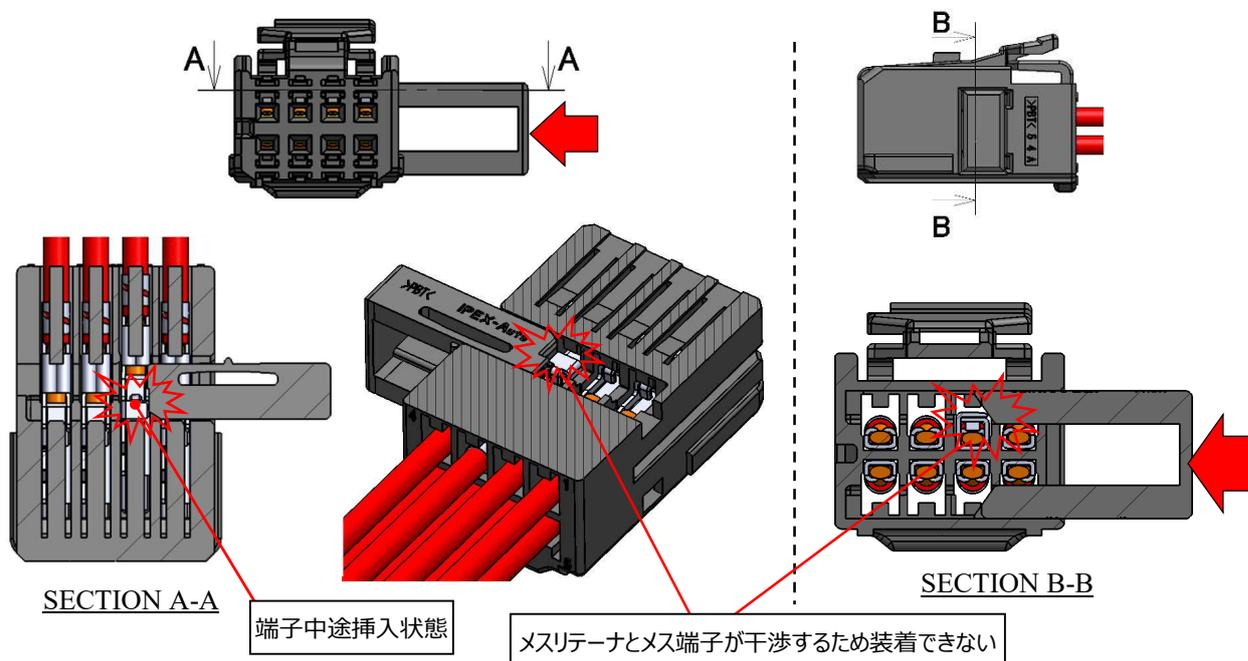

図 29 メス端子中途挿入状態
③図 29 に示すように、メス端子が中途挿入状態である場合、メスリテーナが装着できません。